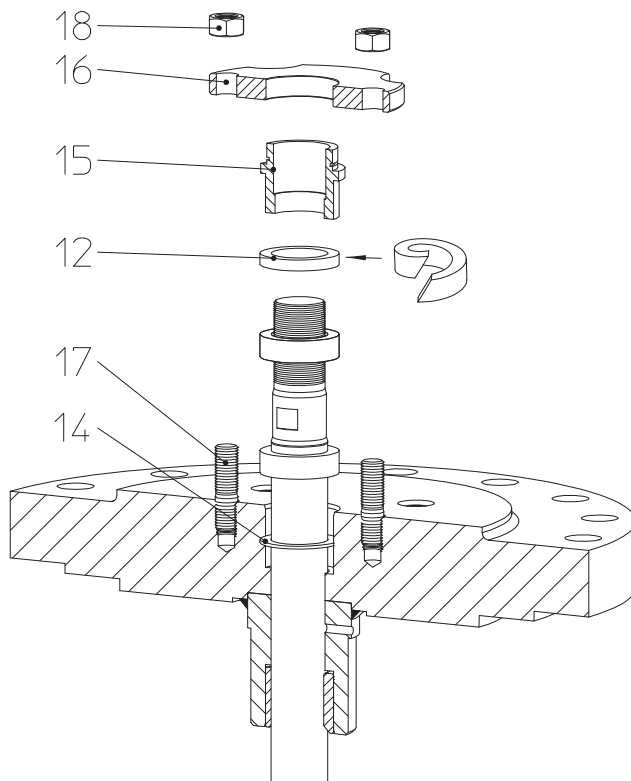
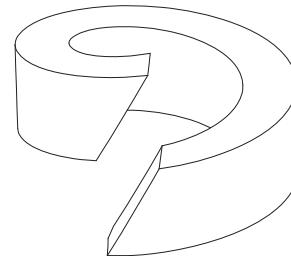

Рис. 8
Рис. 9: разделенное уплотнительное кольцо
- Вложите новое уплотнительное кольцо (поз. 12), при монтаже руководствуйтесь Рис. 8 - Рис. 9.
Если используется разделенное уплотнительное кольцо, при раскрое следите за тем, чтобы разрез был наклонным, как показано на Рис. 9.